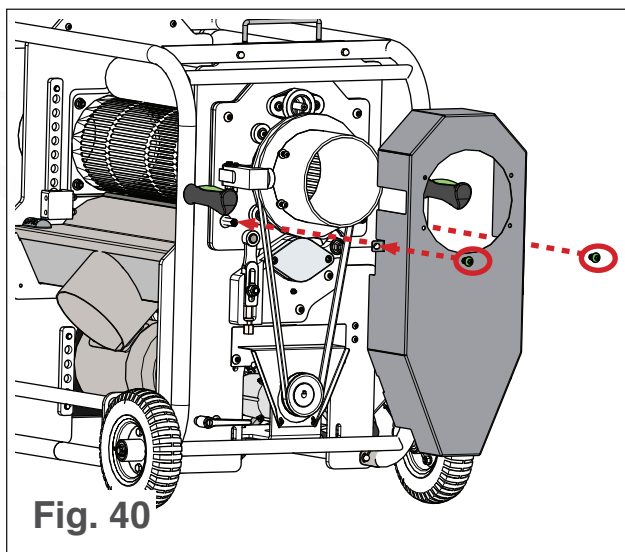

Fig. 40
1. Placez le couvercle de la courroie du tambour sur la courroie du tambour (voir Fig. 40).
2. Insérez et serrez les vis du couvercle de la courroie du tambour (voir Fig. 40).